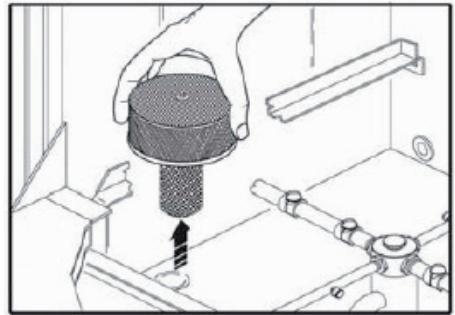

Fig. 17
5. togliere e pulire il filtro pompa di lavaggio (fig. 17, pagina 24) ed eventuali filtri vasca, se presenti